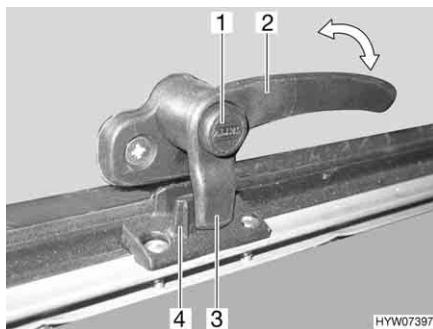
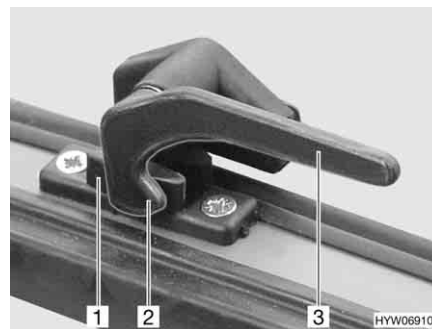

Bild 72 Låsarm med låsknapp i läget "stängd"
Bild 73 Låsarm i läget "stängd"
- Tryck på låsknappen (Bild 72,1) om sådan finns och håll den nedtryckt.
- Vrid alla låsarmar (Bild 72,2 eller Bild 73,3) ett kvarts varv mot luckans mitt.
- Vrid alla låsarmar (Bild 72,2 eller Bild 73,3) ett kvarts varv mot ramen. Låsspaken (Bild 72,3 eller Bild 73,2) sitter på insidan av lucklåset (Bild 72,4 eller Bild 73,1).
- I läget "helt stängt" (Bild 72 och Bild 73)